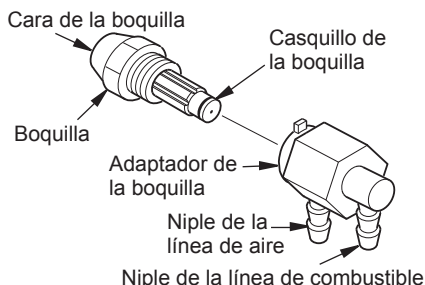

Figura 19 - Boquilla y adaptador de la boquilla
- Desmonte cuidadosamente la boquilla del adaptador de la boquilla utilizando una llave tubular de 5/8" (consulte la figura 19).
- Vuelva a colocar la boquilla en el adaptador hasta que la boquilla se asiente. Apriete 1/3 de vuelta más usando una llave tubular de 5/8" de 4.5 a 5.1 N-m (40" a 45"-lb). Consulte la figura 19, página 43.
- Desmonte cuidadosamente la boquilla del adaptador de la boquilla utilizando una llave tubular de 5/8" (consulte la figura 19, página 43).